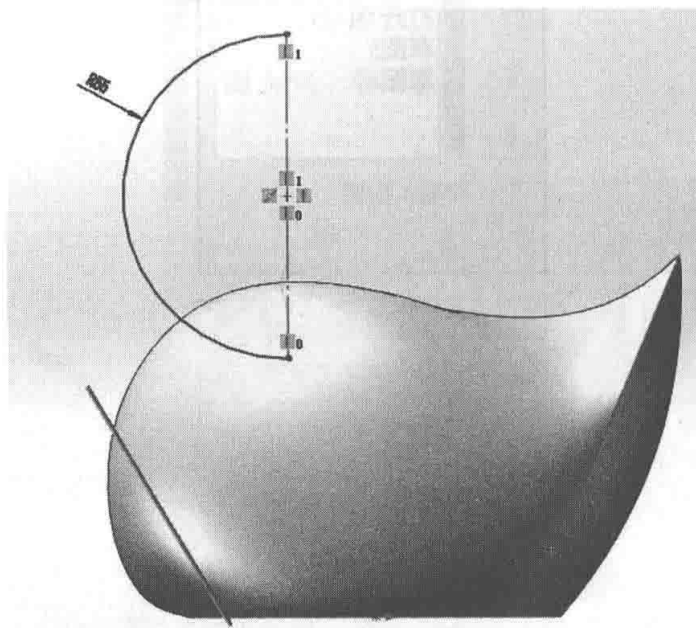

图 3-62 草图 8 绘制
(1) 选择前视基准面绘制如图 3-62 所示草图 8，放置于适当位置。